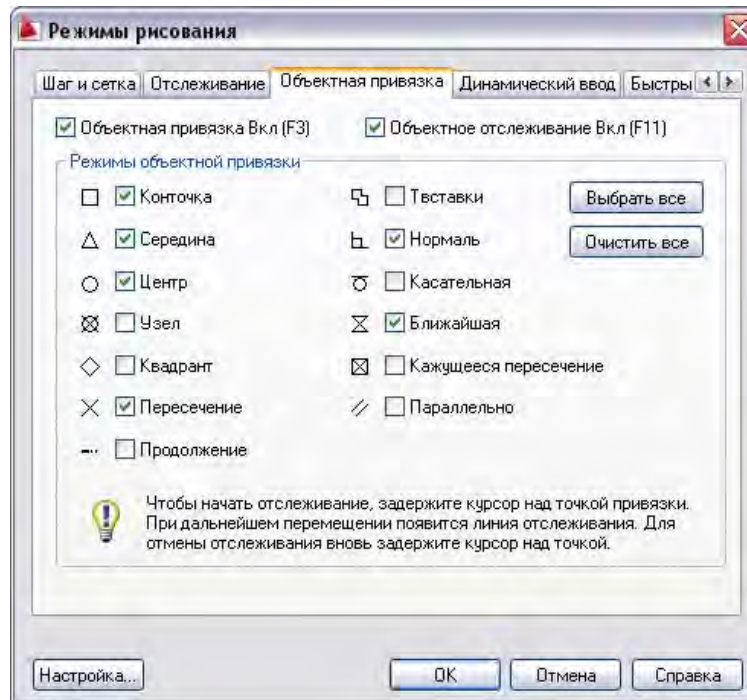

Рис. 22. Вид вкладки «Объектная привязка» диалогового окна «Режимы рисования»
5. Настройка объектных привязок. Командой «Сервис/Режимы рисования...» вызываем диалоговое окно «Режимы рисования», переходим на вкладку «Объектная привязка» и включаем опции согласно рис. 22.